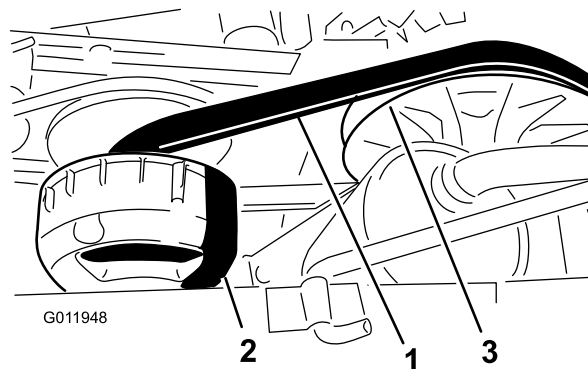

Figura 70
4. Rode e verifique se a correia (Figura 70) apresenta sinais de desgaste ou se está danificada.
3. Rode e coloque a correia sobre a embraiagem secundária (Figura 70).
4. Retire a correia da embraiagem primária (Figura 70).
5. Alinhe a nova correia sobre a embraiagem primária (Figura 70).
6. Rode e coloque a correia sobre a embraiagem secundária (Figura 70).